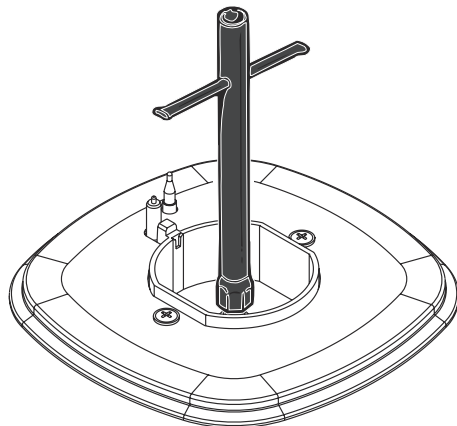

Fig. 13
- Remover o injetor com uma chave de caixa (Fig. 13) e instalar o novo injetor adequado para o tipo de gás a ser usado no aparelho em sua substituição.